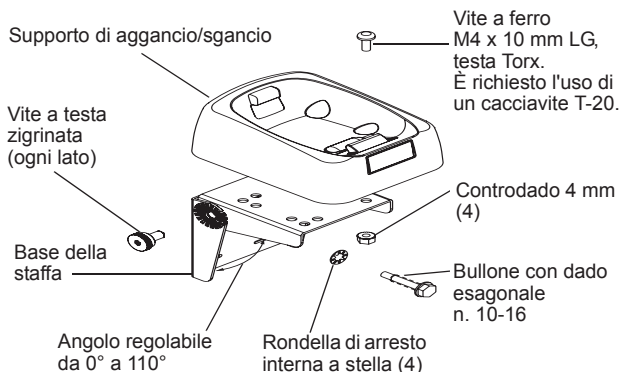

Figura 1 Staffa ad angolo regolabile
Dopo aver selezionato la posizione in cui installare l'unità (vedere Figura 1), procedere come segue:
4. Posizionare il supporto di aggancio/sgancio della cornetta sulla staffa, come illustrato nella Figura 1. Con l'ausilio del cacciavite T-20 con testa Torx, fissare il supporto alla staffa mediante la vite M4 x 10 mm e il dado M4.